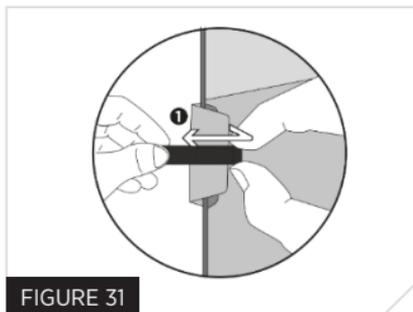

FIGURE 31
7. Repérez le cordon de rupture rouge et assurez-vous qu'il n'est ni tordu ni emmêlé. Fixez l'extrémité du cordon de rupture rouge à l'extérieur de la languette de rupture à l'aide de la fermeture crochet et boucle (Fig. 31).